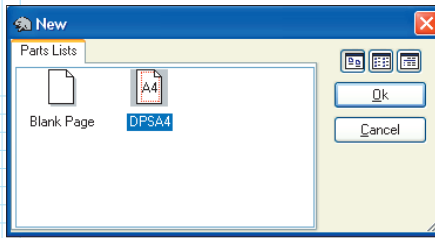

Рис. 37
- 4 В окне *New* (рис. 37) нам предлагается выбрать заготовки страниц из этой категории. Останавливаемся на *DPSA4* и снова щелкаем клавишей **OK**.